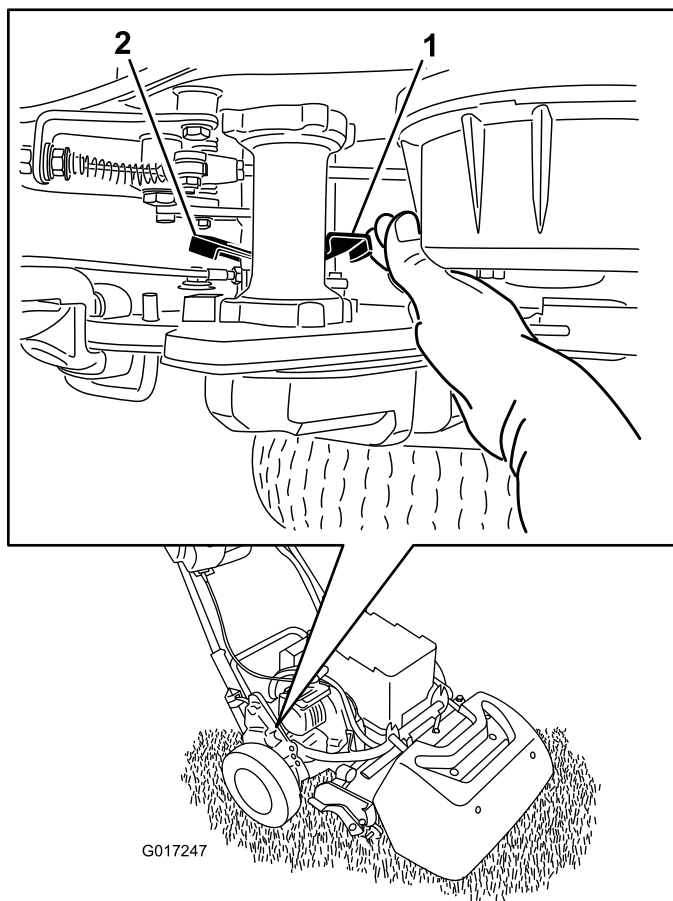

图38
- 在机器的右下角找到靠近驱动装置壳体轮鼓的牵引接合/分离控制杆 (图38)。